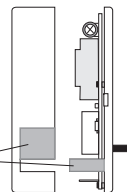

Fig. 5.i
Asportare dalla base le parti predisposte per il passaggio dei fili di collegamento indicate in fig. 5.i.
- Fissare la base alla parete (o scatola incasso), con 2 viti utilizzando le coppie di fori **(A-A, B-B, C-C)** predisposte (fig. 5.i).